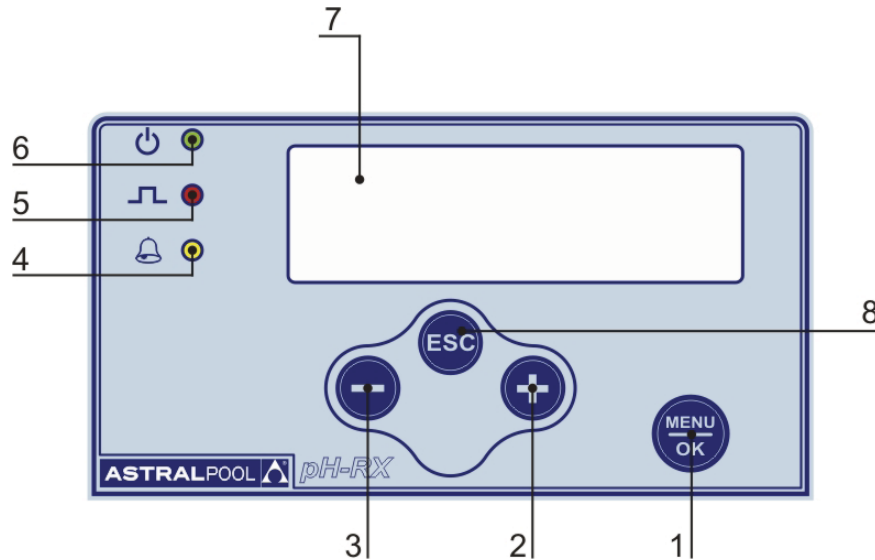

Fig. 11
6.1 - MANDOS (Fig. 11)
6.4 - MANDOS (Fig. 11)